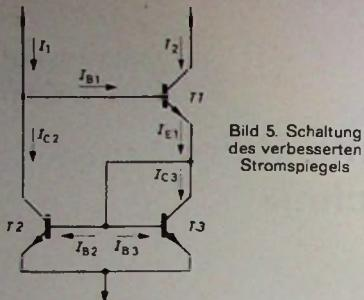
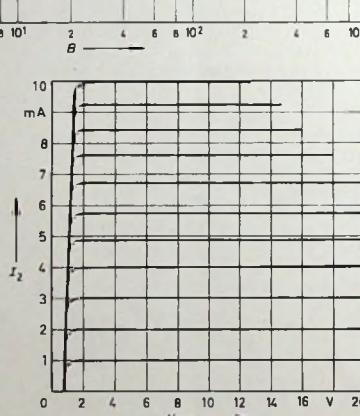

Bild 5. Schaltung des verbesserten Stromspiegels
Bild 8. Ausgangskennlinienfeld der verbesserten Schaltung nach Bild 5
Bild 6. Verhältnis von Ausgangstrom  $I_2$  zum Eingangsstrom  $I_1$ , bei der verbesserten Schaltung nach Bild 5 in Abhängigkeit von der Stromverstärkung  $B$  (die Kurve für die einfache Schaltung ist zum Vergleich gestrichelt eingezeichnet)
Eine wesentliche Verbesserung in dieser Beziehung ergibt sich mit der Schaltung nach Bild 5. Die Analyse dieser Anordnung ist einfach, wenn man berücksichtigt, daß ihr unterer Teil dem Bild 1 entspricht und hier nur spiegelbildlich angeordnet ist. Entsprechend Gl. (6) erhält man dann
einen bequemen Vergleich zu ermöglichen. Man erkennt sehr gut, daß sich mit der Schaltung nach Bild 5 besonders bei weniger hohen Stromverstärkungen eine erhebliche Verbesserung ergibt.
Wesentlich ist auch die Verbesserung im Hinblick auf den Ausgangswiderstand. Während sich bei der Schaltung nach Bild 1 nur Werte von der Größenordnung  $10^4$  Ohm ergeben, lassen sich mit der Schaltung nach Bild 5 ohne weiteres Ausgangswiderstände von der Größenordnung  $10^6$  Ohm erreichen. Bild 8 zeigt ein Ausgangskennlinienfeld, wie es mit der verbesserten Anordnung zu erhalten ist.